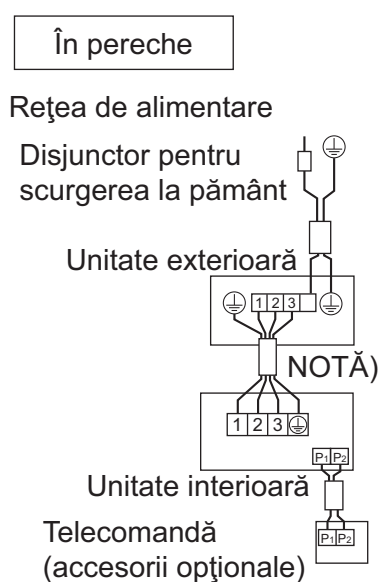

Fig. 25
- **Tip pereche:** 1 telecomandă controlează 1 unitate interioară (sistem standard). (Consultați Fig. 25)